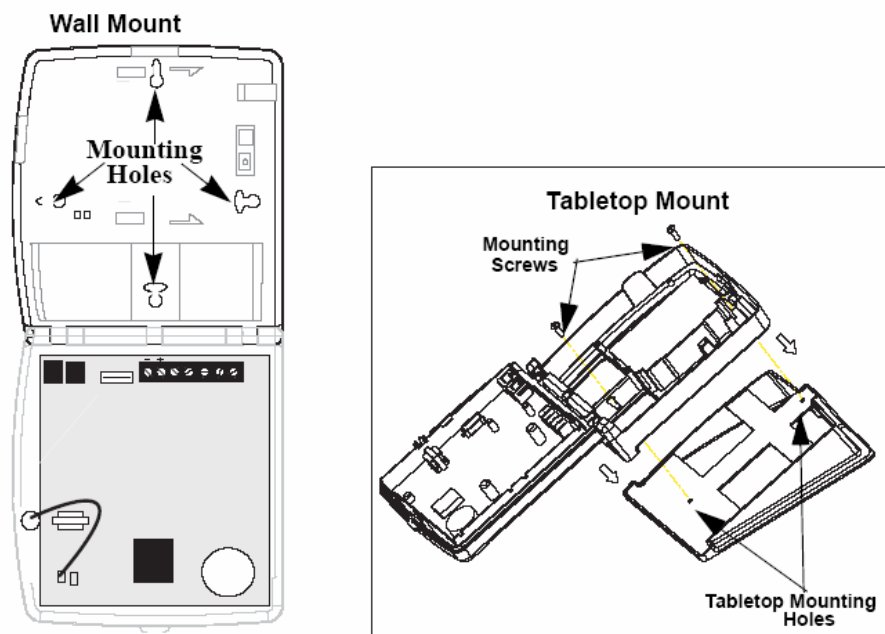

图 3：面板安装孔的位置
3. 需要安装孔眼的位置信息，请参照图 3
3. 需要安装孔眼的位置信息，请参照图3。
控制主机有 5 个螺丝端子，位于电路板右上部一角（参见图 3），用于连接 AC 电源、警报器和 / 或有线探测器。